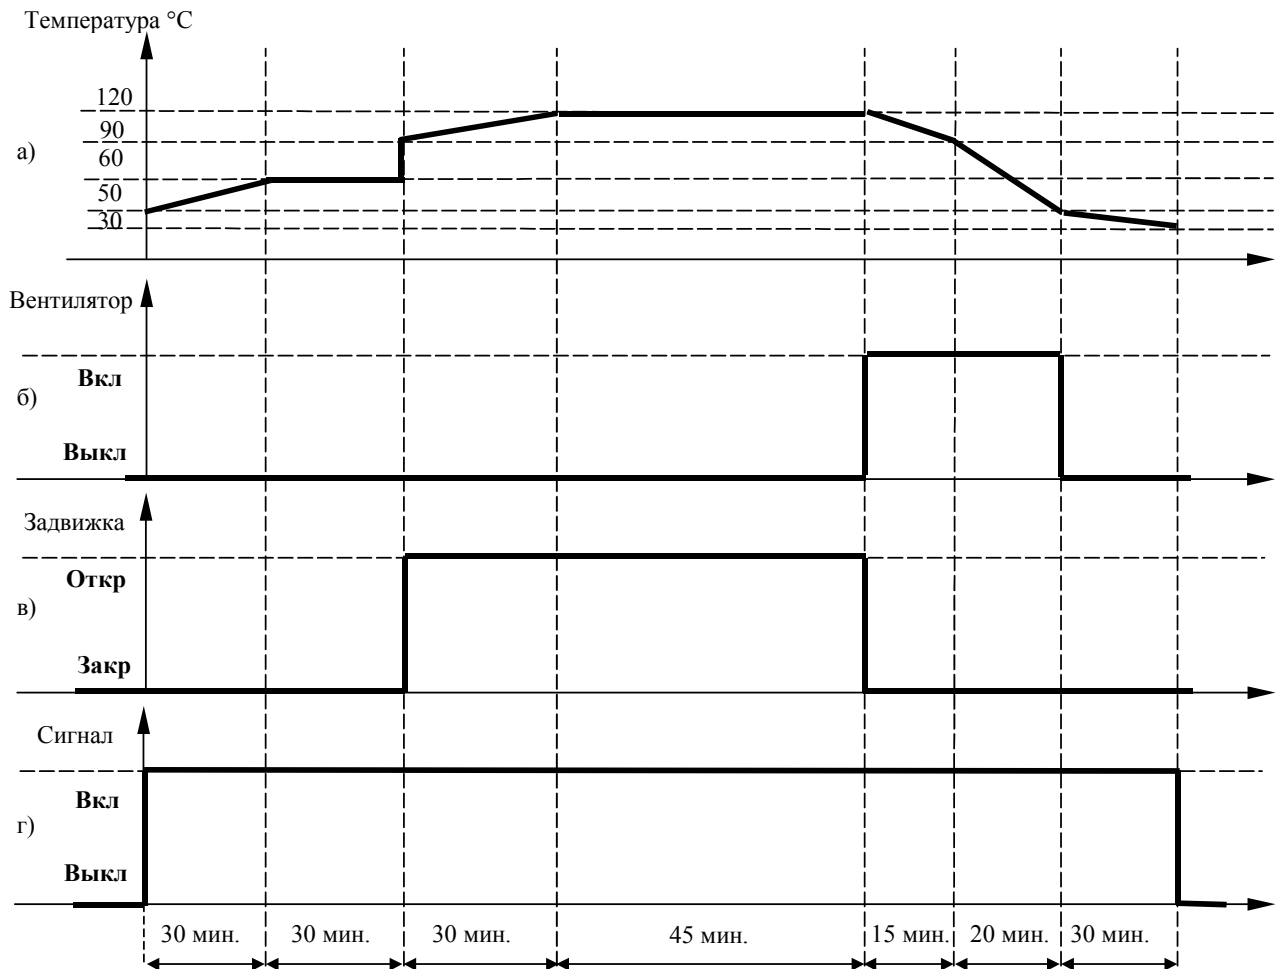

Рис. 6.6
Пусть необходимо управлять температурой в камере в соответствии с графиком, приведенным на рис.6.6.а. При этом начальное значение температуры должно быть установлено равным 50 °С.
- включать и выключать вентилятор в соответствие с рис. 6.6.б;
- открывать и закрывать задвижку в соответствие с рис. 6.6.в;
- включать на время исполнения программы световую сигнализацию, см. рис. 6.6.г.
- г) Если на первом шаге требуется, чтобы температура увеличивалась со скоростью $V = 1^\circ\text{C}/3$ мин (т.е как на рис.6.6.а) от измеренного значения $T_{изм}$ до 60°C необходимо задавать параметры первого шага следующим образом: